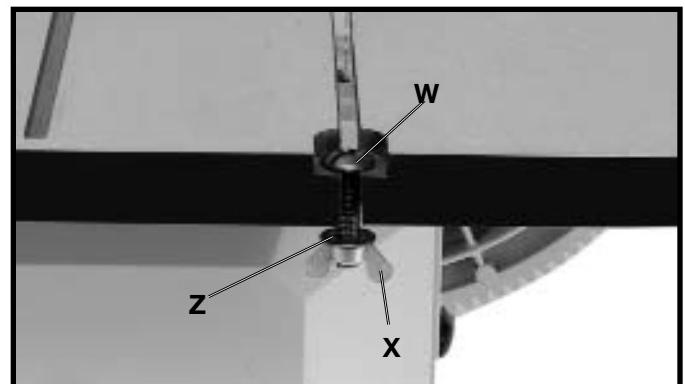

Fig. 12
10. Inserte la tuerca de M6x1x30mm (W) Fig. 12 a través del agujero en la mesa, conforme a lo ilustrado, y afíáncela en su sitio utilizando la arandela plana M6 y la tuerca de aleta M6x1 (X).